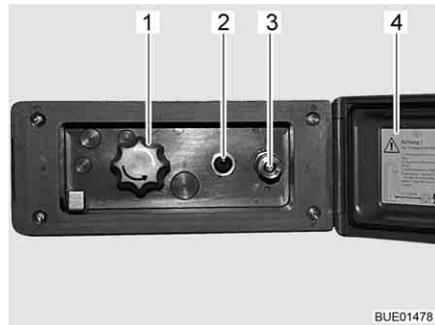

Fig. 113 Conexión de ducha exterior
- Desbloquear y abrir la tapa (Fig. 113,4).
- Conectar la manguera de la ducha exterior al cierre rápido (Fig. 113,3).
- Encender la bomba de agua con el interruptor (Fig. 113,2).
- Ajustar la temperatura del agua con el botón giratorio (Fig. 113,1) según se desee.
- Apagar la bomba de agua con el interruptor (Fig. 113,2).
- Cerrar la tapa (Fig. 113,4) y bloquearla con la llave.
- Poner el botón giratorio (Fig. 113,1) en la posición central.